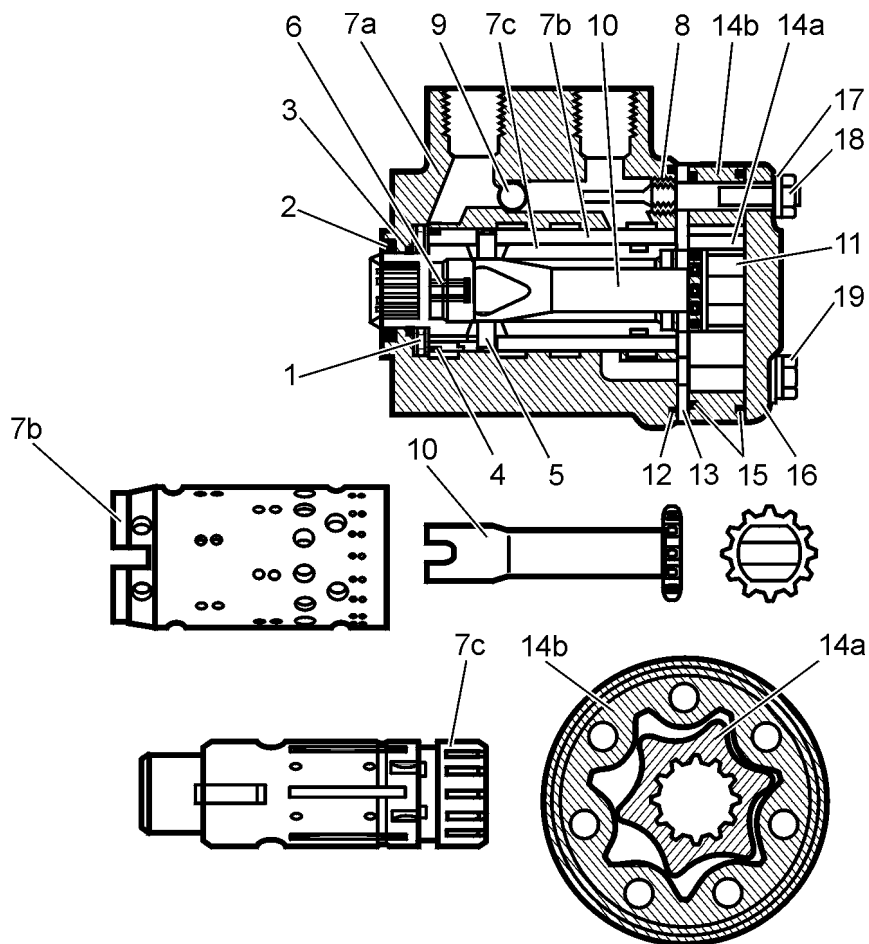

Рис. 10В.1. Распределитель гидросистемы поворота
2. ОПИСАНИЕ (РИС. 10В.1. и 10В.2.)